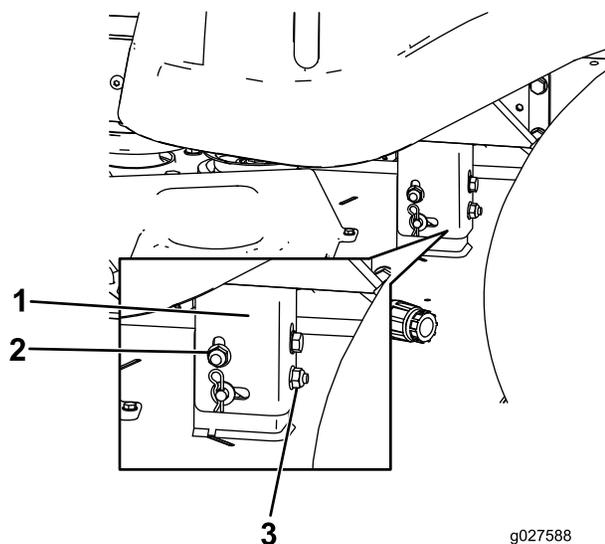

Figure 62
8. Élevez ou abaissez le côté gauche du tablier de coupe en tournant l'écrou arrière (Figure 62).
Remarque: Tournez l'écrou arrière dans le sens horaire pour élever le tablier de coupe ou dans le sens antihoraire pour abaisser le tablier (Figure 62).